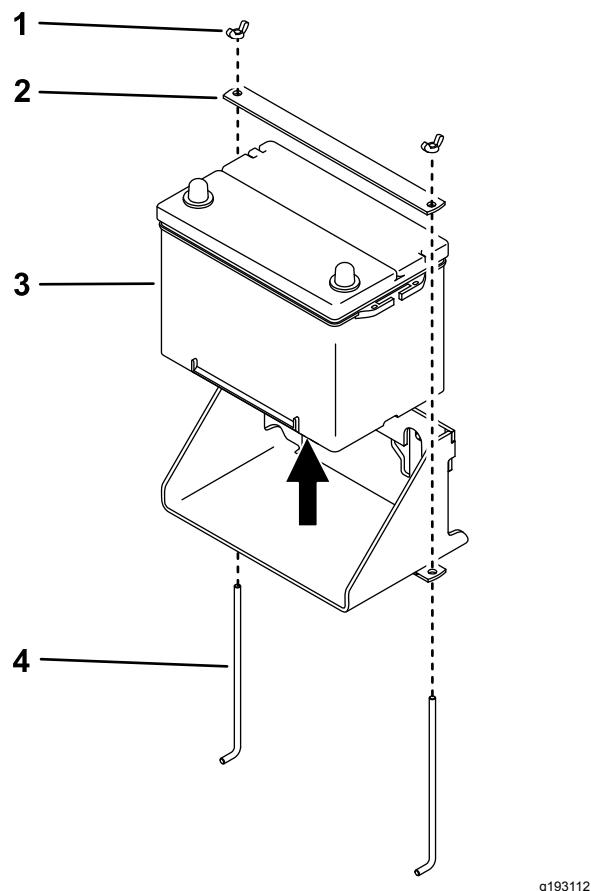

Figura 7
6. Rimuovete e conservate i 2 dadi ad alette. Rimuovete ed eliminate la fascia di fissaggio e le 2 aste di ancoraggio (Figura 7).
1. Montate la batteria sostitutiva utilizzando la fascia di fissaggio e le 2 aste di ancoraggio del kit e i 2 dadi ad alette che avete rimosso in precedenza, come illustrato nella Figura 7.